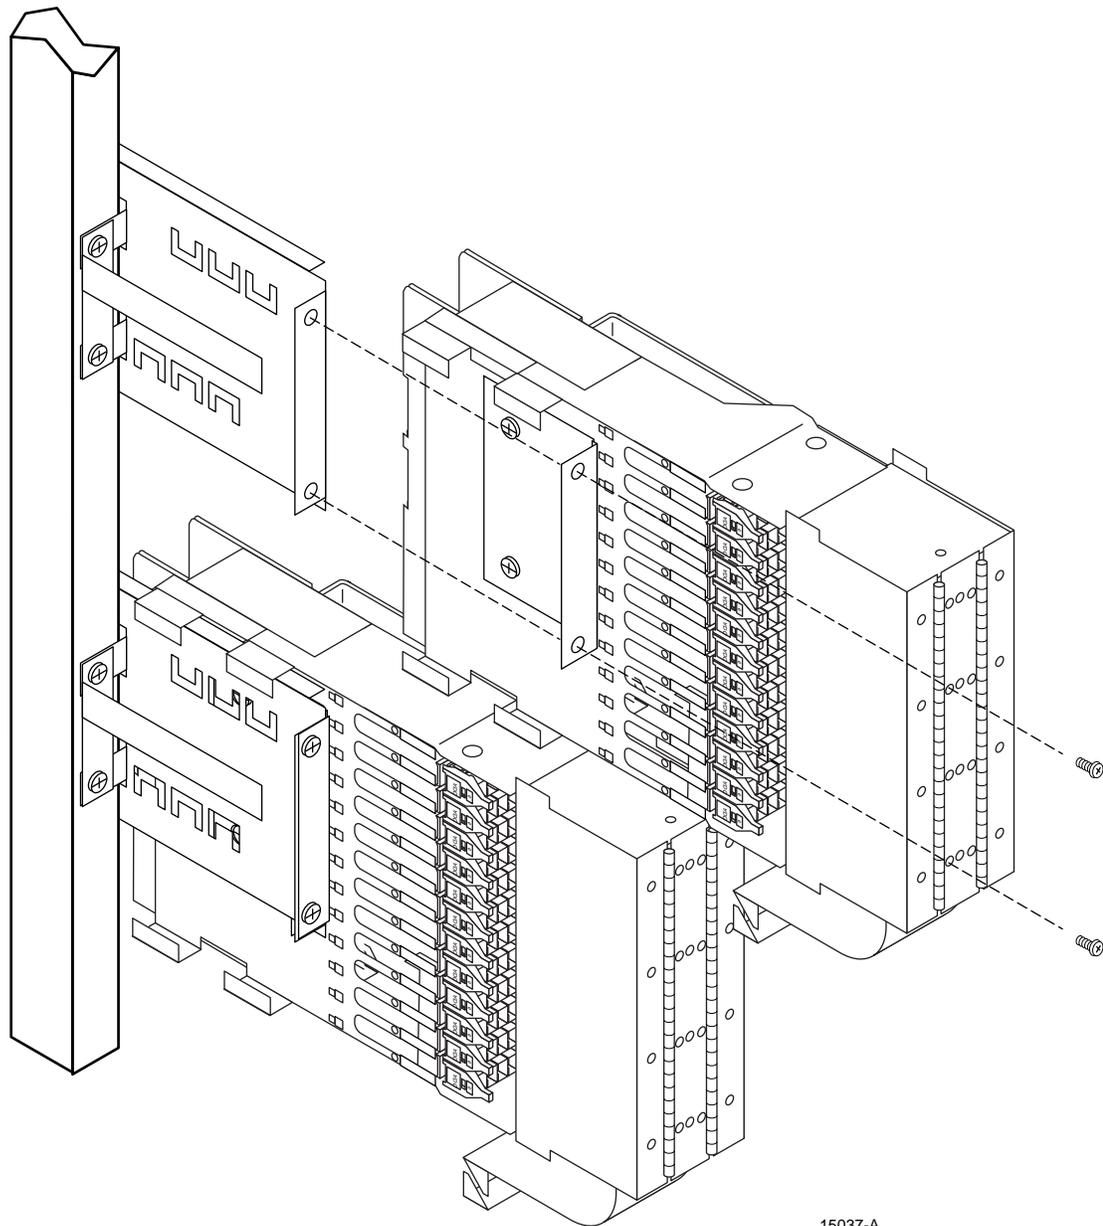

Figura 22. Instalación del BTF en el Bastidor
8. Deslice el BTF sobre el soporte de montaje correspondiente en la parte delantera del bastidor como se muestra en la Figura 22.